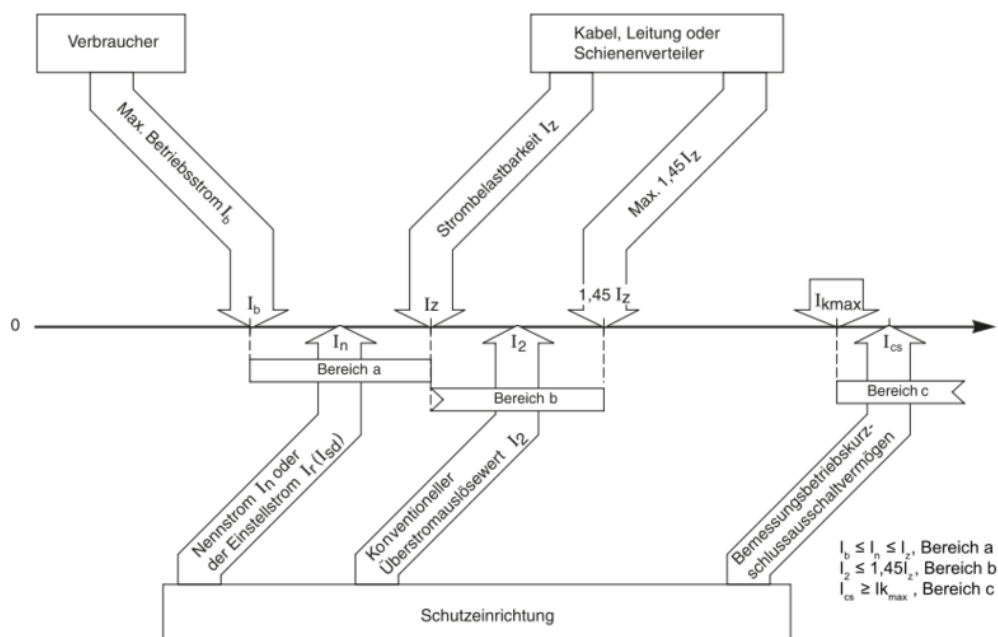

Abb. G6: Stromwerte zur Bestimmung der Schutzeinrichtung (Leistungsschalter oder Sicherung)
- deren Nenn- oder Einstellstrom I_n größer ist als der maximale Betriebsstrom I_b , jedoch kleiner als die maximal zulässige Strombelastbarkeit I_z für den Stromkreis, d.h.: $I_b \leq I_n \leq I_z$. Dies entspricht dem Bereich „a“ in **Abbildung G6**;
- deren „konventioneller“ Überstromauslösewert I_2 kleiner ist als $1,45I_z$. Dies entspricht dem Bereich „b“ in **Abbildung G6**.
- deren Bemessungsbetriebskurzschlussausschaltvermögen höher ist als der maximale Kurzschlussstrom am Ort der Errichtung. Dies entspricht dem Bereich „c“ in **Abbildung G6**.